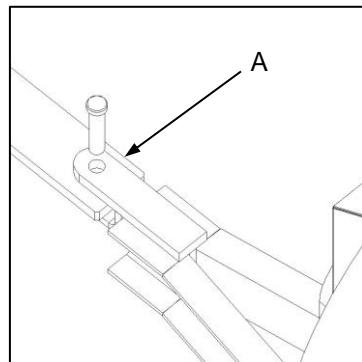

Fig. 2
- Only a single-tab towing hitch (Fig. 2-A) should be used on the tractor to engage with the implement towing hitch. Failure to observe these requirements will result in damage to the implement hitch and other failures not covered under warranty.
- Slegs 'n enkelliptrekstang (Fig. 2-A) moet aan die trekker gebruik word om die implement mee aan te haak. Versuim om hierdie vereistes na te kom sal lei tot skade aan die implementhaak en ander onklaarraking wat nie deur die waarborg gedek word nie.